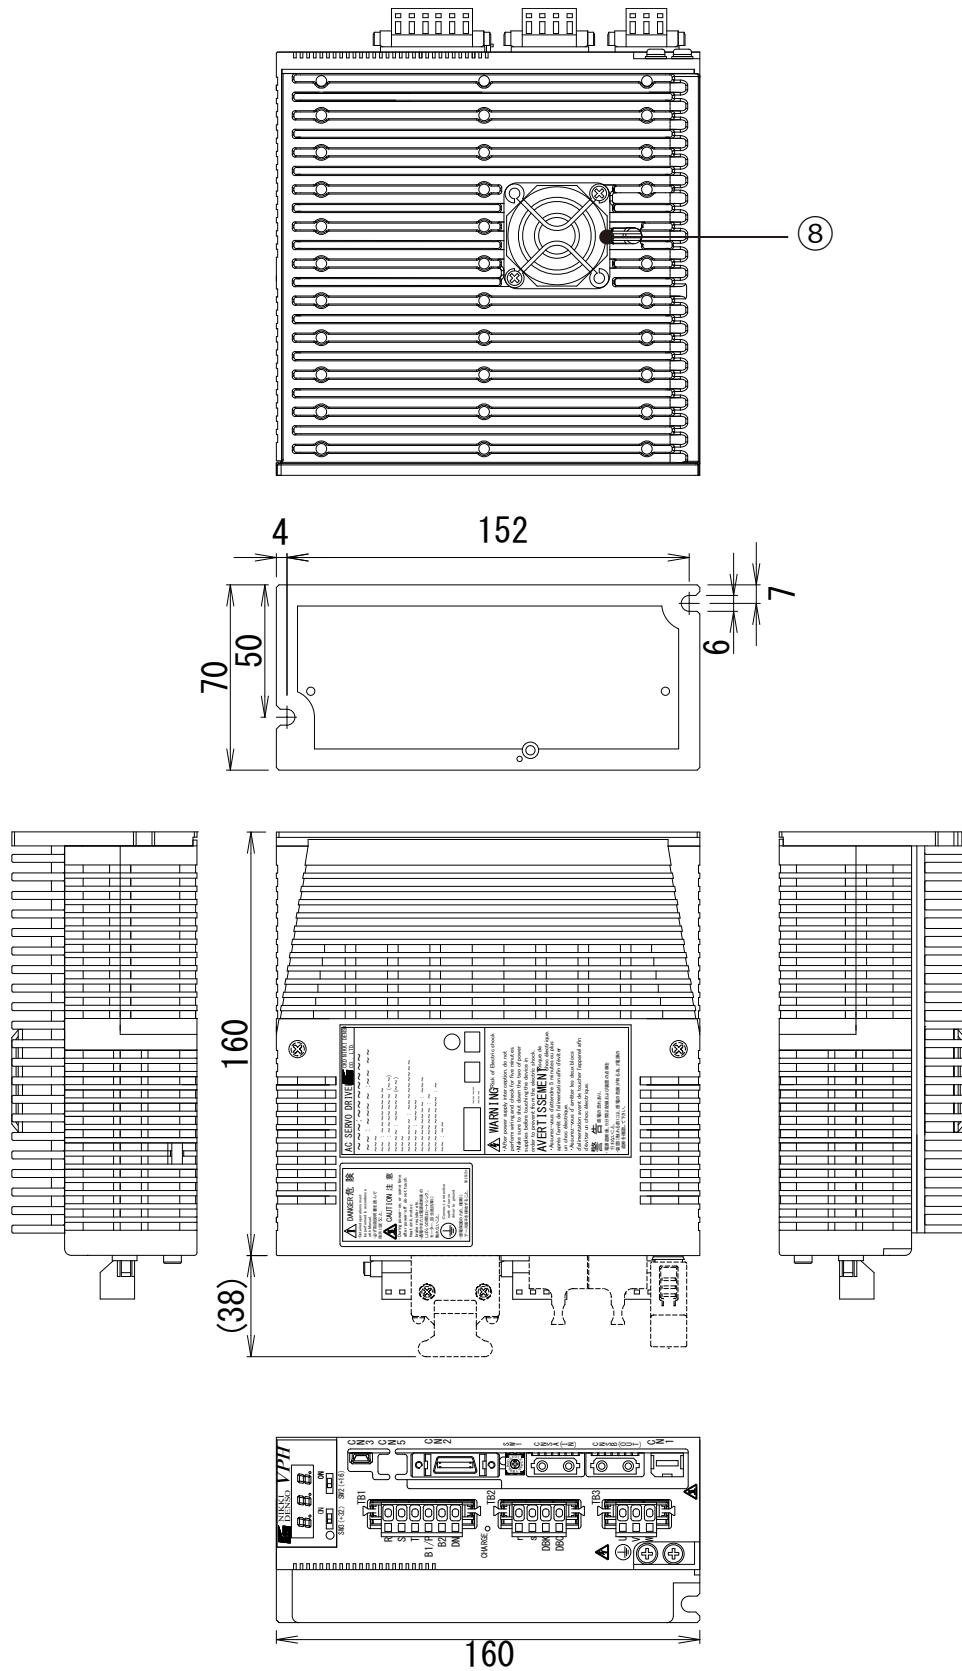

图12-3 800W驱动器主体外形图 (Type2)
| ⑧ | FAN | 空冷用风扇参照 「图 12-3 800W 驱动器主体外形图 (Type2)」 |